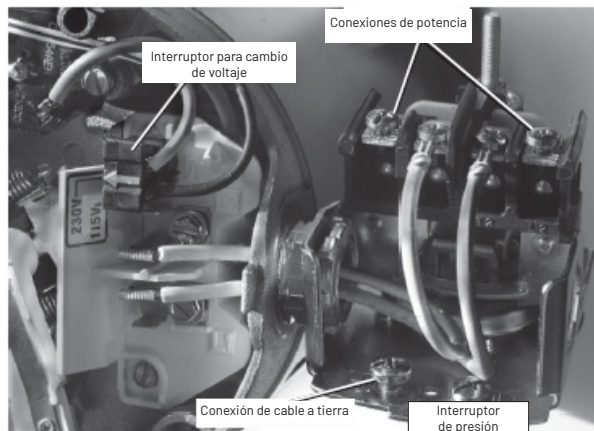

Figura 6: Configure el voltaje en 230 V, tipo interruptor
4. Fije los cables de alimentación entrantes a los dos tornillos externos en el interruptor de presión, como se muestra en la Figura 6.
5. Fije el cable de puesta a tierra a una de las conexiones a tierra, como se muestra en la Figura 6.
- Conecte el cable a tierra primero, como se muestra en la Figura 6. El cable a tierra debe ser de cobre sólido y, por lo menos, grande como los cables de la fuente de alimentación.
- Conecte los cables de la fuente de alimentación al interruptor de presión, como se muestra en la Figura 6.